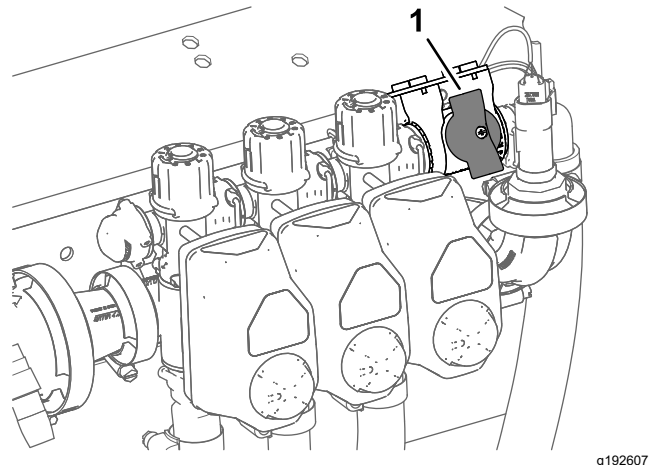

Bild 45
4. Stellen Sie für Maschinen im Dosierungsmodus sicher, dass das Handrad für das Abstellventil des Sicherheitsventil des Abschnitts in der geschlossenen Stellung ist (Bild 45).
5. Stellen Sie für Maschinen im Dosierungsmodus sicher, dass das Abstellventil des Sicherheitsventil des Abschnitts geschlossen ist (Bild 45).